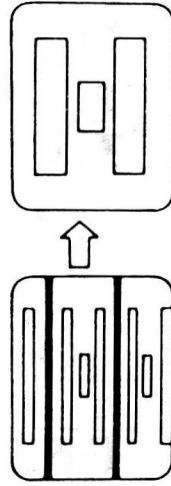

图 77
② 调节帧幅 (VR701), 使帧幅正常且图像不出现滚动现象, 如图 77 所示。